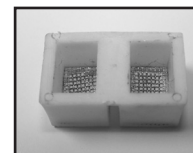

Figure 4
7. À ce point, la cartouche du filtre dans le cylindre de pression se retire avec des pinces et se nettoie ou se remplace (fig. 4).